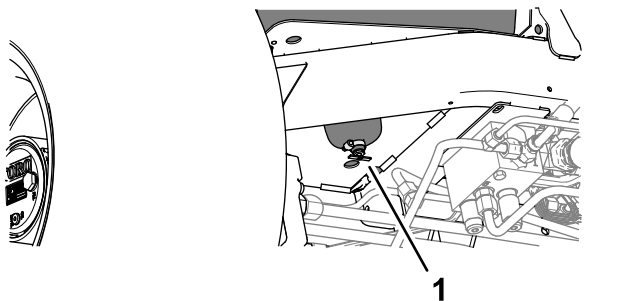

Figura 81
2. Coloque un envase de vaciado bajo la válvula de drenaje en el parte inferior del depósito de combustible (Figura 81).